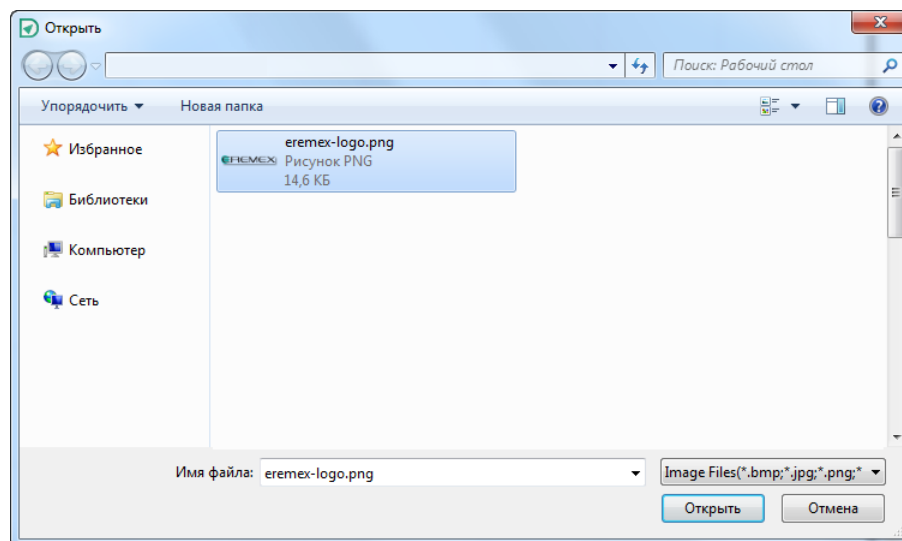

Рис. 414 Указание пути, по которому размещен выбранный рисунок
2. В окне проводника укажите путь к выбранному рисунку и нажмите «Открыть», см. Рис. 414. выбранный рисунок будет следовать за курсором до момента размещения.